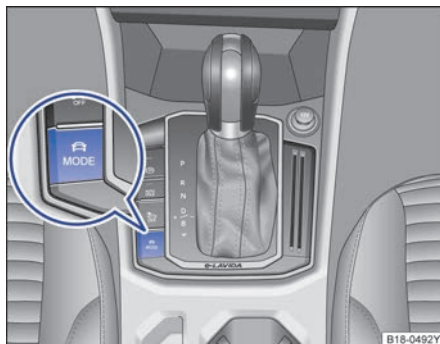

图 91 在中控台下部：驾驶模式选择按钮
- 按压驾驶模式选择按钮 ⇒ 图 91。
- 再次按压驾驶模式选择按钮 ⇒ 图 91 或点击信息娱乐系统中所需驾驶模式的功能按键，即可切换驾驶模式。